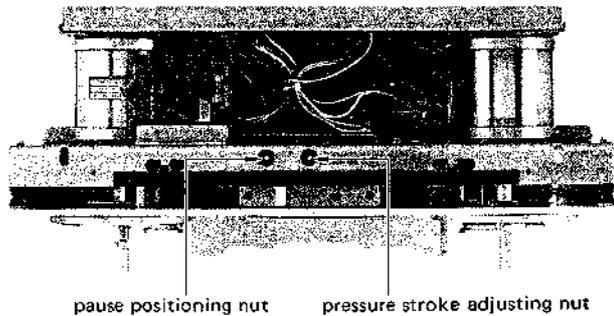

Fig. 2-4 Pause position and pinch roller pressure stroke adjustments
2. Adjust by turning the pressure stroke adj. nut (Fig. 2-4) so that the clearance between the pin and the stopper cushion is about 1.0mm.
2. 図2-4に示す圧着ストローク調整ナットにより、図2-6に示すようにピンとストッパークッションのすき間を約1mmに調整する(ピンとストッパークッションが離れていて、すき間が確認出来れば良い)。